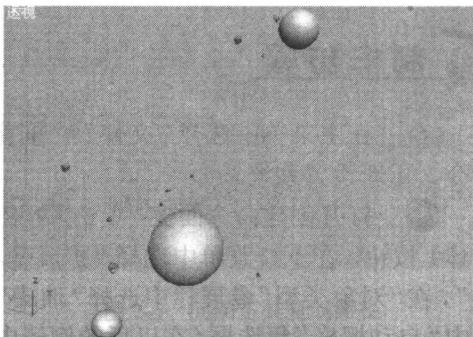

图 1-9 创建小行星
⑦ 利用复制工具再复制几个小行星，注意克隆方式为“复制”，并做“噪波”修改，参数不要相同，如图 1-9 所示。